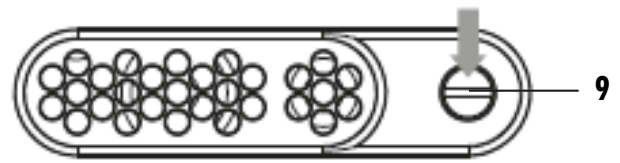

Abb. 12
- Stellen Sie die Signalerkennungsfrequenz manuell ein, indem Sie mit einem Schraubendreher den Trimmer [9] auf der Steuereinheit drehen (Frequenzanpassung, siehe Abbildung 12): drehen Sie den Trimmer zunächst 0,5 mm nach rechts, führen Sie dann einen Testalarm mit dem CO-/Rauchmelder durch. Reagiert die Steuereinheit nicht auf das Alarmsignal, drehen Sie den Trimmer
- Ändern Sie den Klingelton des Telefons, oder stellen Sie die Lautstärke des Fernsehers herunter. Kann das Signal, das den Fehlalarm auslöst, nicht abgestellt werden, passen Sie die Signalerkennungsfrequenz an, indem Sie den Trimmer [8] an der Steuereinheit mit Hilfe eines Schraubendrehers drehen (Frequenzanpassung, siehe Abbildung 12): Drehen Sie den Trimmer zunächst 0,5 mm nach rechts, überprüfen Sie dann, ob der Fehlalarm immer noch ausgelöst wird. Kann das Signal, das den Fehlalarm auslöst, nicht deaktiviert werden, drehen Sie den Trimmer von der Originalposition ausgehend 0,5 mm nach links, und versuchen Sie es noch einmal. Wird der Fehlalarm erneut ausgelöst, bewegen Sie den Trimmer dieses Mal von der Originalposition ausgehend 1 mm nach rechts. Wiederholen Sie dies, und bewegen Sie den Trimmer mit immer höherem Abstand von rechts nach links, bis der Fehlalarm nicht mehr ausgelöst wird. Ist die richtige Position gefunden, stellen Sie sicher, dass die Steuereinheit immer noch auf den CO-/Rauchmelder reagiert, indem Sie, wie in Kapitel 12.4.1 beschrieben, die Tonerkennung erneut testen.